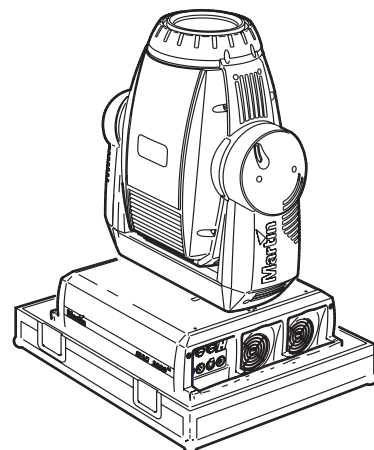

Figure 2: Posición de transporte
- 2 Bloquear la cabeza y el yugo en la posición que muestra la Figure 2.